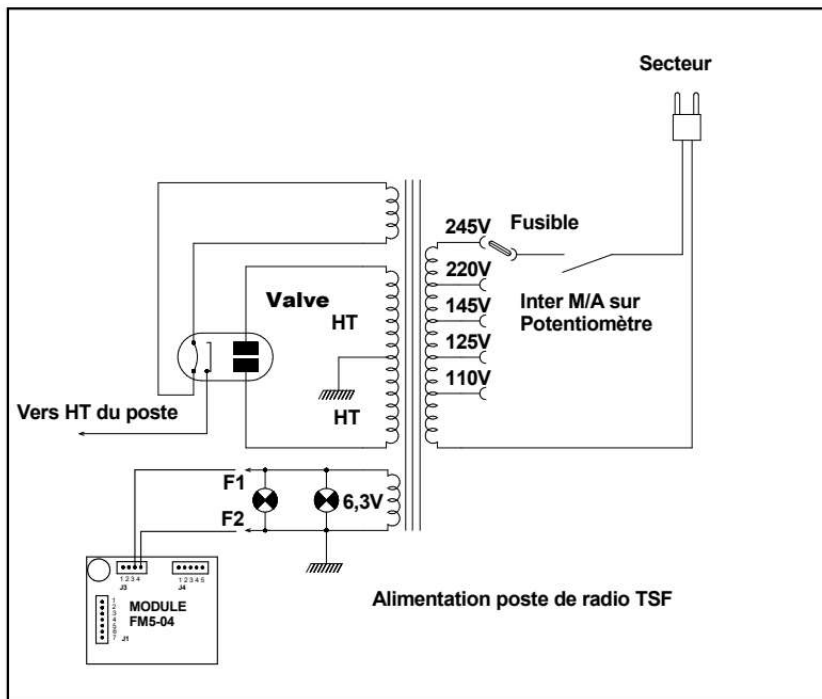

Figure 6 : Connexion module en courant alternatif 6,3 V. (Certainement le montage le plus répandu).
- Alimentation en courant alternatif à partir d'un transformateur additionnel. Nous vous conseillons d'utiliser un transformateur avec une tension de sortie de 6 V et d'une puissance minimum de 1,5 VA. La boutique de l'association commercialise déjà un petit transformateur Myrra qui convient très bien. Cependant, un petit module complémentaire d'alimentation séparée pour le FM5-04 vous est aussi proposé à la boutique. En figure 6, voici le schéma que nous vous conseillons de réaliser avec le petit transformateur Myrra. Dans ce cas, nous sommes en redressement double alternance.
- Vous pouvez aussi mettre les deux enroulements du transformateur en parallèle un point de l'enroulement à la masse du poste et raccorder l'autre point de l'enroulement à J3.2 ou J3.3, on revient alors au schéma de principe de la figure 6.